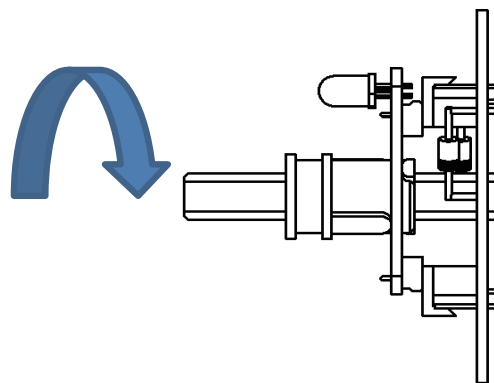
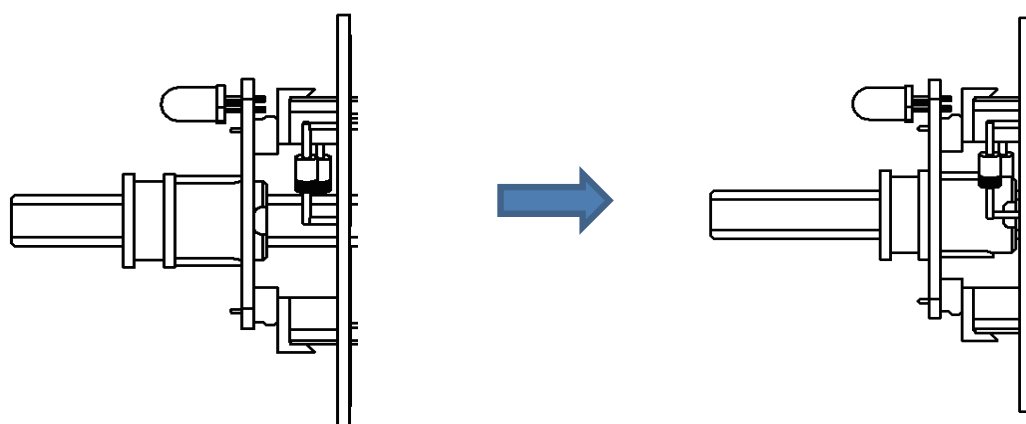

図13
図14
- ⑤ ホルダーを矢印（右）方向に約45° 回し（図13）、ホルダーを押し込んで下さい。（図14）